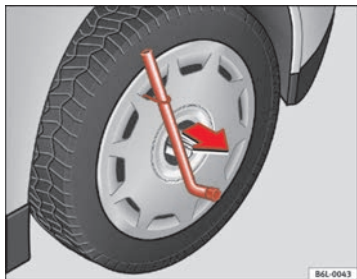

Abb. 125 Die Radvollblende vom Rad abnehmen
- Die Radvollblende mit dem Drahhaken abnehmen ⇒ Abb. 125.